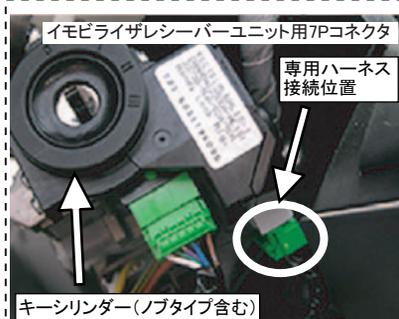

図1 イモビライザーレーパ用コネクタの位置 (参考写真: ステップワゴン)
(1) イモビアダプターの接続
- ① イモビライザー搭載車に搭載されているイモビライザーレーパユニットを探し、その配線コネクタを一旦外します。(コラムカバー内のキーシリンダー右隣に設置されています。図1参照)